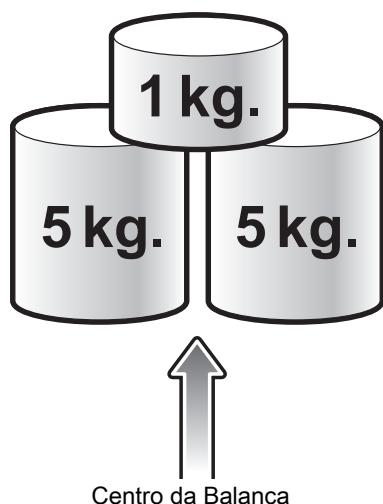

Figura 4-4 Configuração da calibração de peso para quilogramas
- b. Coloque pesos de 11 kg no leitor como mostrado na Figura 4-4; dois pesos de 5 kg centralizados no meio da balança e um peso de 1 kg na parte superior entre os dois pesos de 5 kg.